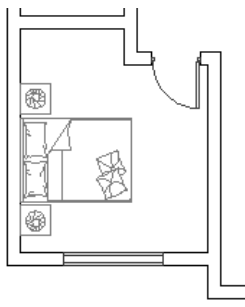

图 17.8 镜像结果
(9) 使用快捷键“MI”，激活【镜像】命令，配合中点捕捉功能，对床头柜进行镜像，结果如图 17.8 所示。